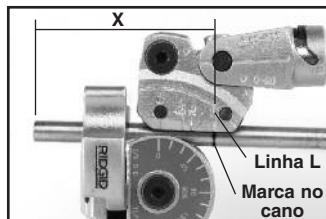

Figura 6 – Antes
- Marque o cano na distância desejada (X) da característica (extremidade do cano, curva, etc.). O centro da perna da curva estará a esta distância da característica.
- Se a característica estiver à ESQUERDA da marca (ver Figura 6 – Antes), alinhe a marca no cano com a linha "L" do carro.